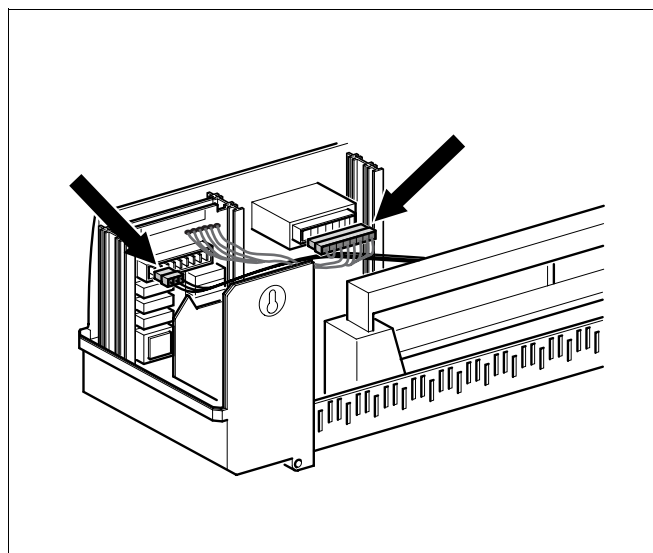

Fig. 4 Collegamento dell'alimentazione di tensione
- Collegare i connettori a spina da 230 V al modulo (fig. 4).